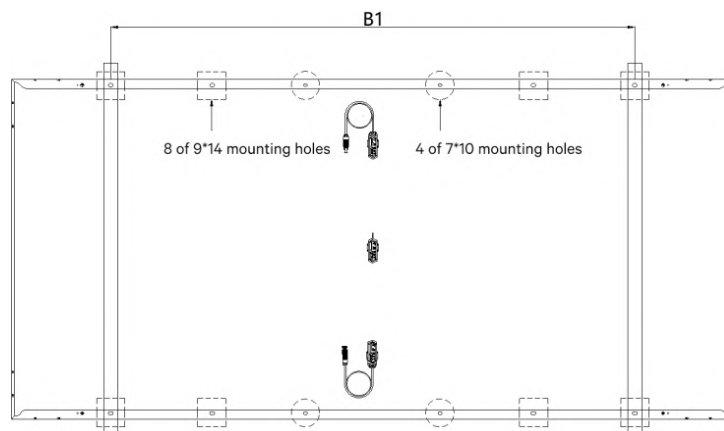

Figura 5: Metodo di fissaggio con viti (8 fori di montaggio – Installazione nei 4 fori esterni)
- Metodo di installazione delle viti del tipo di modulo con 4 fori di montaggio e posizione di installazione nella Figura 5.